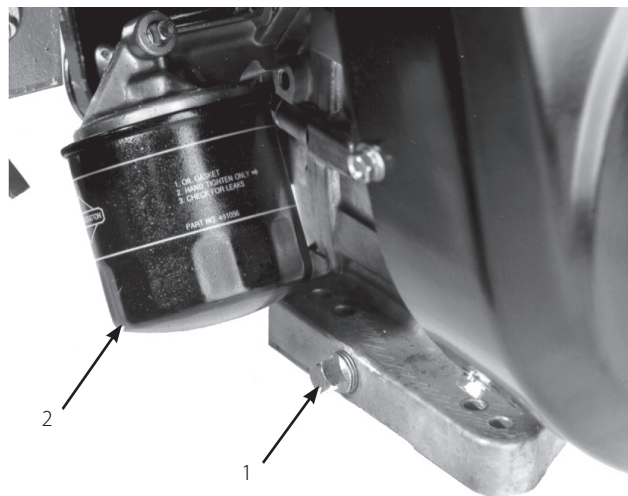

図 34
1. ドレンプラグ (図34) を外し、排出されるオイルを廃油受け容器に回収する。オイルが抜けたらドレン・プラグを取り付ける。
2. オイル・フィルタ (図34) を取り外す。新しいフィルタのガスケットに薄くエンジン・オイルを塗る。